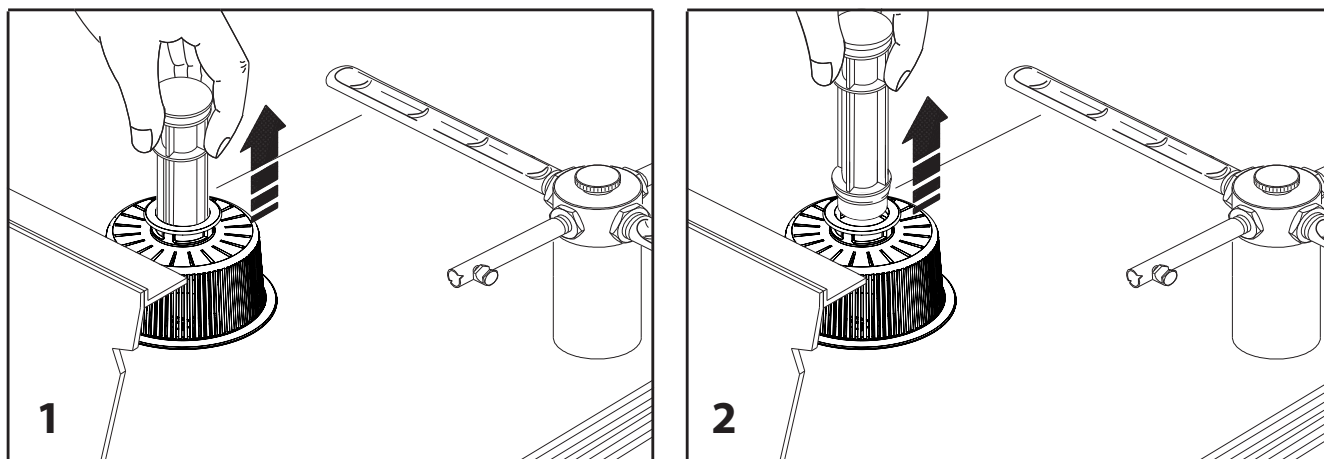

Fig. 16
2. tirar o tubo de transbordamento (fig. 16)